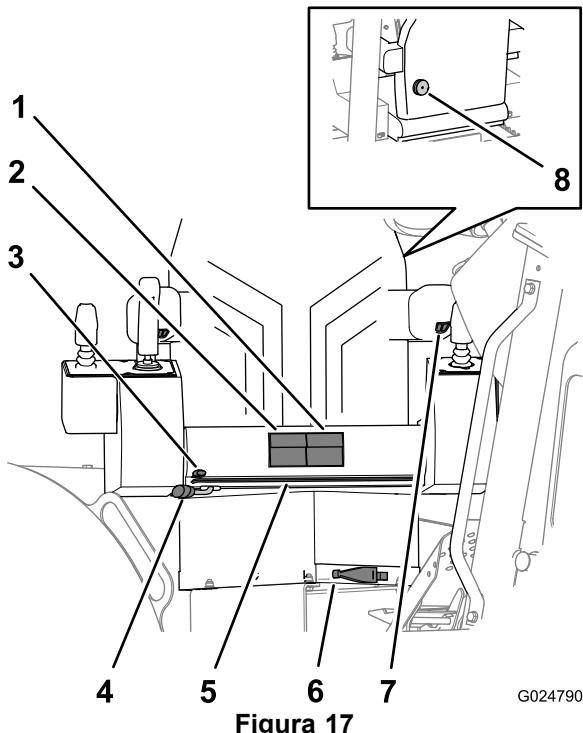

Figura 17
- Pulsanti altezza sedile:** utilizzateli per regolare il cuscino del sedile in su o in giù (Figura 17).
- Pulsanti scorrimento sedile:** utilizzateli per far scorrere il cuscino del sedile in avanti o indietro (Figura 17).
- Leva di scorrimento telaio sedile:** utilizzate questa leva per regolare l'intero sedile e telaio in avanti o indietro (Figura 17).
- Leva di scorrimento base sedile:** utilizzate questa leva per spostare la base del sedile in avanti o indietro sul telaio (Figura 17).
- Leva rotazione sedile:** utilizzate questa leva per sbloccare il sedile in modo da poterlo ruotare nella posizione desiderata. Il sedile ruoterà di 360° e si bloccherà in posizione a incrementi di 10° (Figura 17).
- Compensatore peso sedile:** ruotate questa leva per fare in modo che il compensatore del peso regoli la tensione di supporto del sedile in base al peso dell'operatore (Figura 17).
Ruotate il controllo dell'altezza del bracciolo per sollevare o abbassare il bracciolo (Figura 17).
Ruotate la manopola lombare sedile, posta dietro il sedile, per regolare il supporto lombare dello schienale per il massimo comfort (Figura 17).